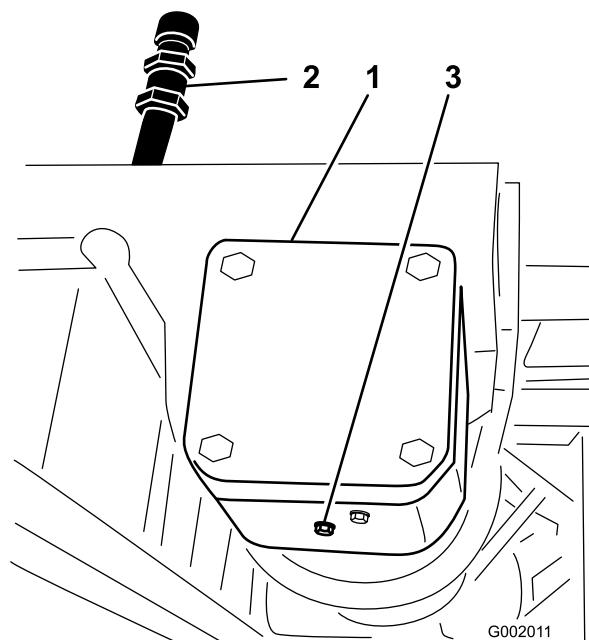

Figura 67
2. Coloque um recipiente de escoamento debaixo do bujão de drenagem da caixa de velocidades da accionamento da bomba (Figura 67).
3. Retire o bocal de enchimento e escoamento (Figura 67), para permitir a drenagem do óleo para o recipiente.